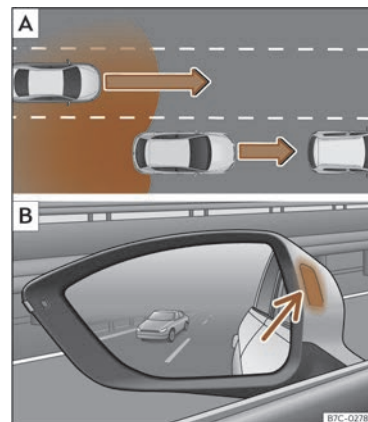
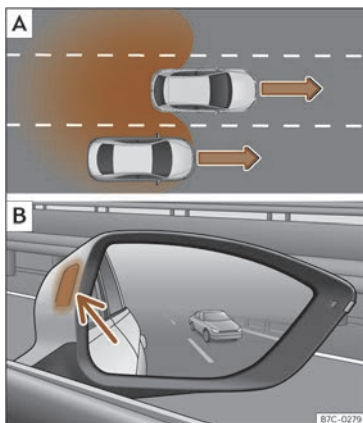

Fig. 122 Representació esquemàtica: **A** Avançament amb trànsit a la part posterior. **B** Indicació de l'assistent de canvi de carril al costat esquerre.
Fig. 123 Representació esquemàtica: **A** Avançament al carril central i incorporació posterior al carril dret. **B** Indicació de l'assistent de canvi al costat dret.
En les situacions següents es mostra una indicació a l'indicador de control >>> **fig. 122 B** (fletxa) o >>> **fig. 123 B** (fletxa):
- Quan s'és avançat per un altre vehicle >>> **fig. 122 A**.
- Quan s'avança un altre vehicle >>> **fig. 123 A** amb una diferència de velocitat d'aprox. 10 km/h (6 mph). Si l'avançament és considerablement més ràpid, no es mostra cap indicació.